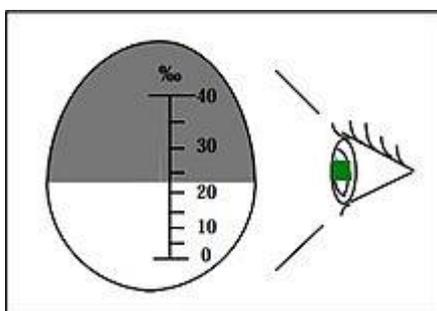

Figura 3
5) Colóquese frente al sol o una fuente de iluminación artificial si trabaja en el laboratorio y observe a través del ocular del refractómetro. Oriente el refractómetro a la fuente de iluminación de manera que pueda distinguir con claridad una escala numérica en el hemisferio de la lente. La escala está calibrada para leer salinidad en partes por mil (‰). Asimismo notará que su campo de visión está dividido en un hemisferio norte de color opaco y un hemisferio sur translúcido. La línea horizontal que separa ambos hemisferios será su marcador de salinidad en la escala numérica. El punto donde esta línea se interseca con la escala numérica indica la salinidad de su muestra (Figura 3).